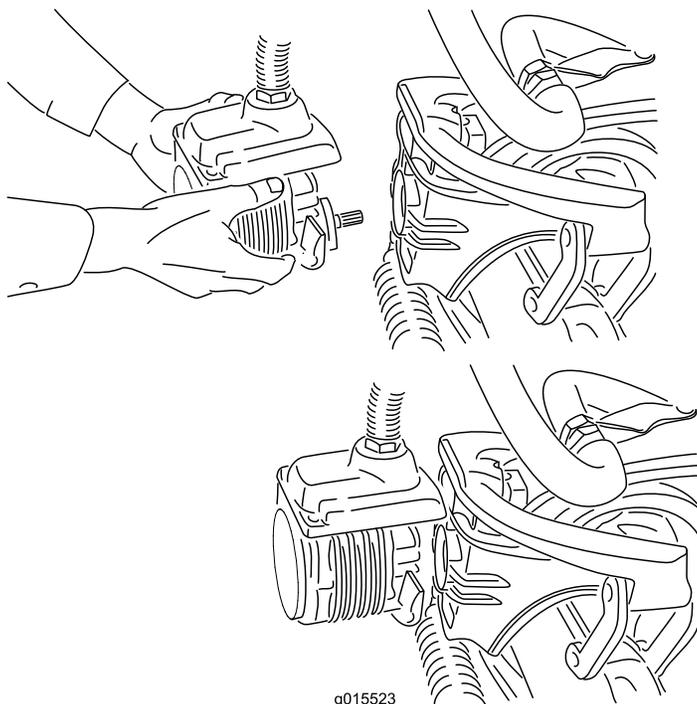

Рисунок 40
4. Переместите электродвигатель на место хранения на передней стороне рычага подвески (Рисунок 40).